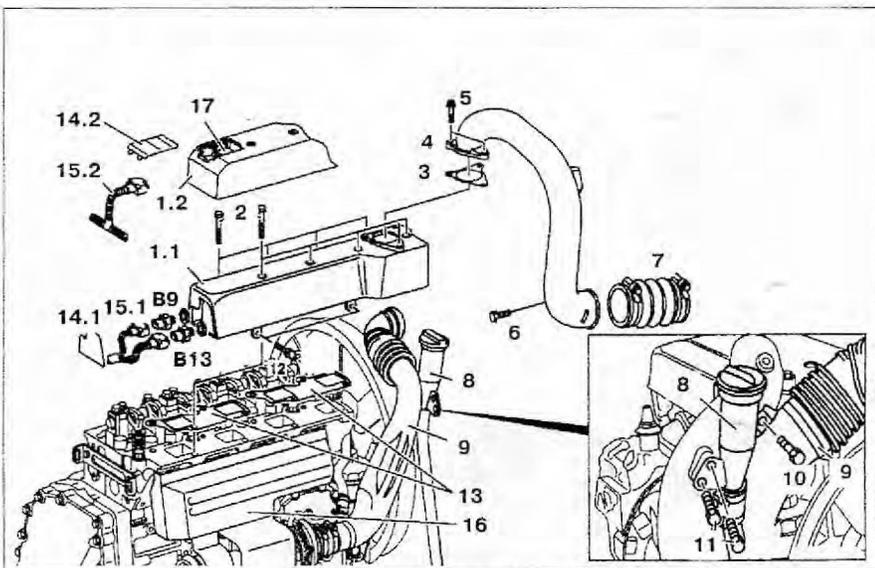

Рис. 3.3. Впускной коллектор (коллектор подачи сжатого воздуха):
1. Снимите трубу подачи сжатого воздуха 4 от коллектора 1 (рис. 3.3).